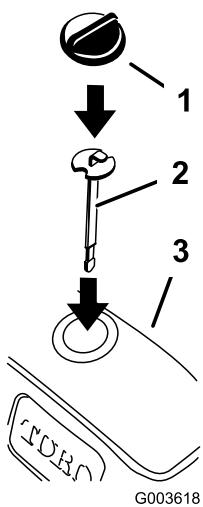

Figura 37
3. Inserte la varilla y compruebe el nivel del fluido hidráulico (Figura 37).